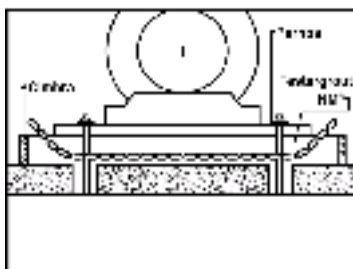

Fig. 1. Asentar maquinaria
- Asentar y nivelar cualquier tipo de maquinaria con poca o nula vibración, como turbinas, bombas, compresoras, etc., (fig. 1)